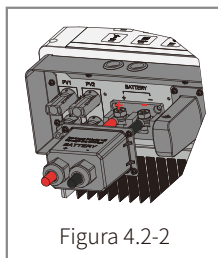

Figura 4.2-2
- **Collegamento ingresso FV:** Controllare il collegamento tra l'inverter EM e i pannelli FV: La polarità (+/-) non deve essere invertita (fare riferimento alla figura 4.2-2).